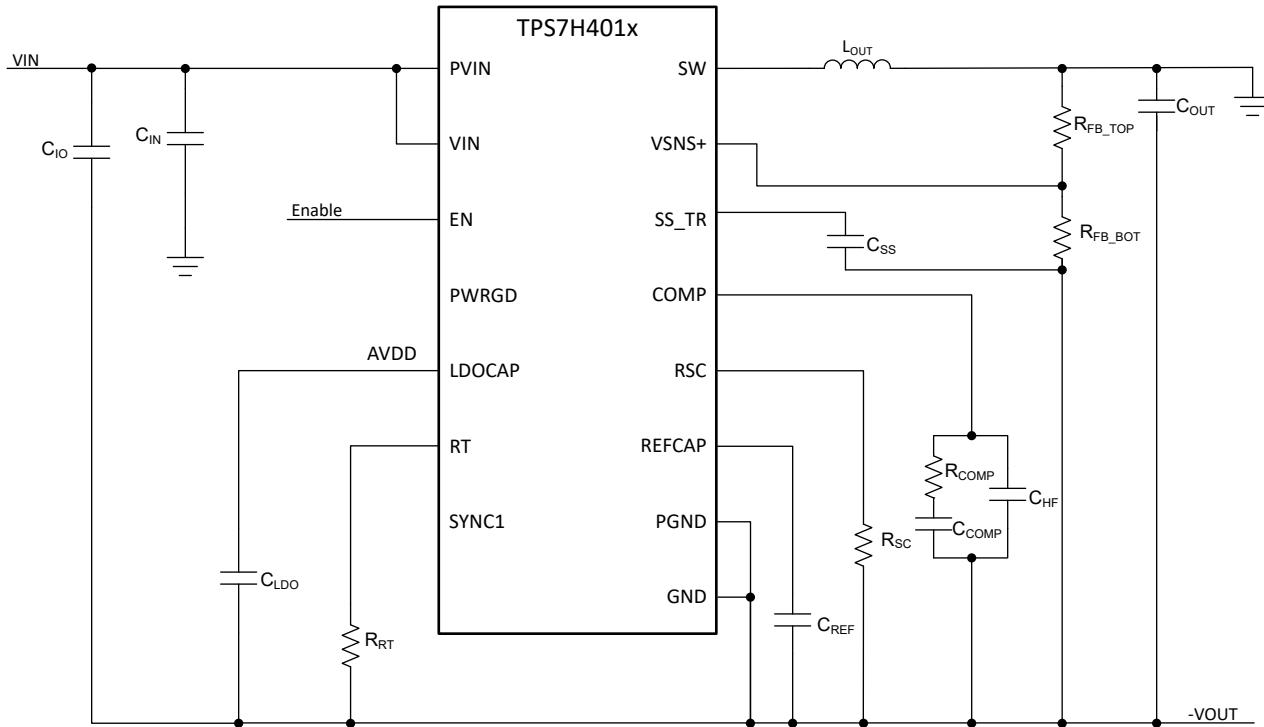

図 10-4. 反転昇降圧の概略回路図
TPS7H401x は、図 10-4 に示すように、負の出力電圧を生成するために反転昇降圧として構成することができます。
- 図 10-4 の C_{IO} は、降圧コンバータで使用される標準の入力コンデンサです。 C_{IN} は、システムグランドを基準とした入力コンデンサで、レギュレータの入力に低インピーダンスパスを提供します。